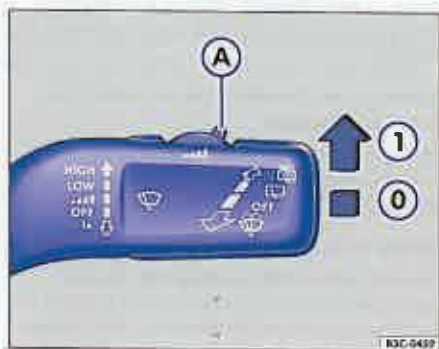

Fig. 49 Maneta de acționare a ștergătoarelor de parbriz: Reglarea senzorului de ploaie (A).
- Aduceți maneta în poziția ⇒ fig. 49 ①. ▶
- Deplasați comutatorul (A), spre stânga sau spre dreapta, pentru a stabili sensibilitatea senzorului de ploaie. Spre dreapta – sensibilitate ridicată. Spre stânga – sensibilitate redusă.
- Deplasați maneta ștergătoarelor din poziția pentru ștergerea temporizată ⇒ pagina 74, fig. 49" ① în poziția de bază ②, pentru a dezactiva senzorul de ploaie.